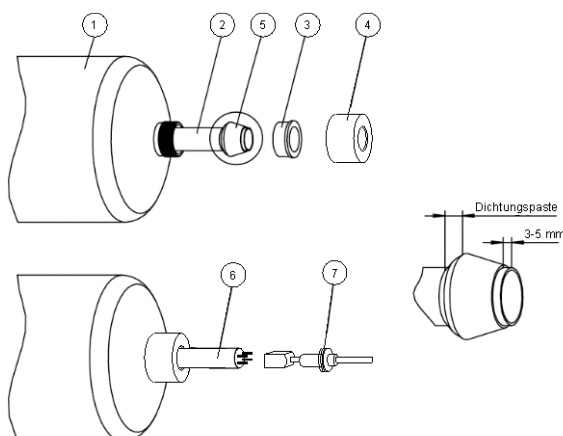

Рис. E-2: Сборочный чертёж UV 60 S – UV 200 S
**Указание:** Следует обратить внимание на то, чтобы соединительный кабель, который проходит вдоль лампы, при установке лампы в кварцевую трубку был направлен **вверх** (рис. E-2). Тем самым гарантируется, что кабель не мешает измерению интенсивности облучения.